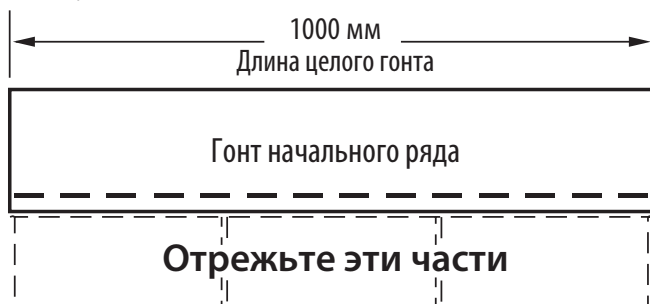

Рис. 10-13. Изготовьте гонты начального ряда, отрезав язычки.
1. Для укладки начального ряда используйте гонт SwiftStar или компании CertainTeed либо гонты, у которых отрезаны язычки (Рис. 10-13). Обратите внимание, что герметик на гонтах начальных рядов должен быть как можно ближе к краю карнизов крыши.
3. Продолжайте укладку начального ряда, монтируя целые гонты начального ряда вдоль карнизов (Рис. 10-13)
1. Для укладки начального ряда используйте гонт SwiftStar компании CertainTeed либо гонты, у которых отрезаны язычки (Рис. 10-13). Обратите внимание, что герметик на гонтах начальных рядов должен быть как можно ближе к краю карнизов крыши.
1. Для укладки начального ряда используйте гонт SwiftStar компании CertainTeed либо гонты, у которых отрезаны язычки (*Рис. 10-13*). Обратите внимание, что герметик на гонтах начальных рядов должен быть как можно ближе к краю карнизов крыши.